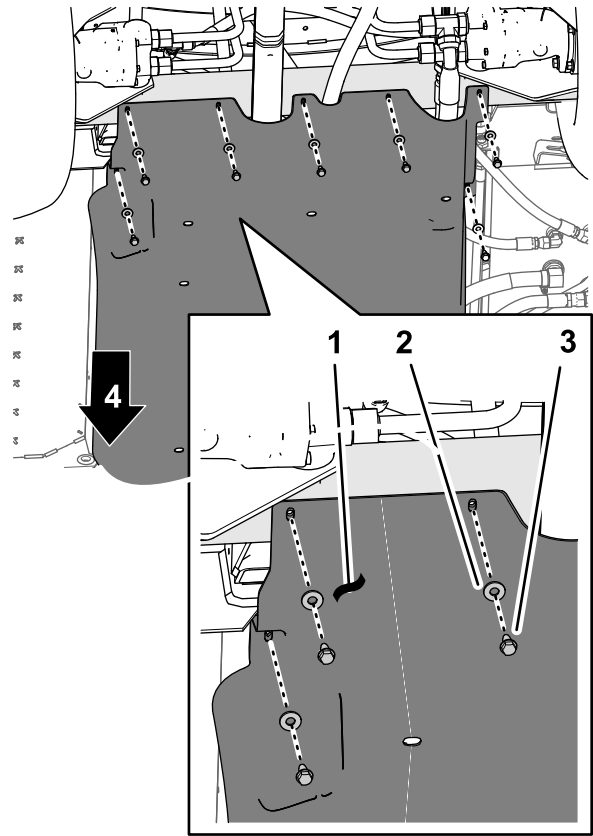
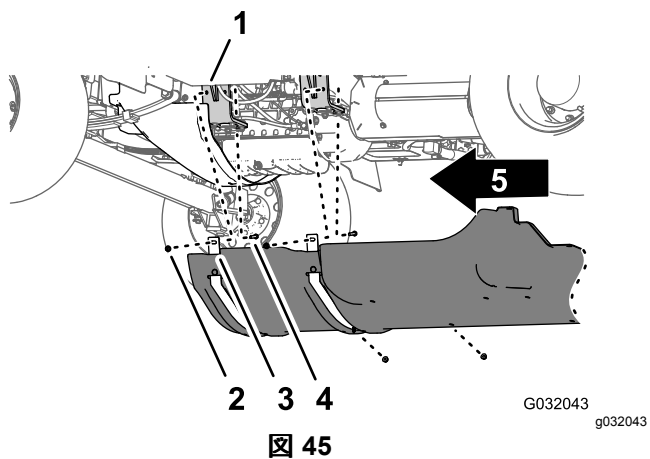

図 44
図 45
1. キャリッジ下シュラウドをシャーシに固定しているフランジヘッドボルト5/16 x 7/8" 7本とワッシャ5/16"7枚を取り外す 図 44。
2. キャリッジ下シュラウドのサポートストラップをエンジン搭載ブラケットに固定しているボルトおよびキャリッジボルトのフランジロックナット5/16"4個を取り外す 図 45。
4. キャリッジ下シュラウドを機体から取り外す 図 44 と 図 45。